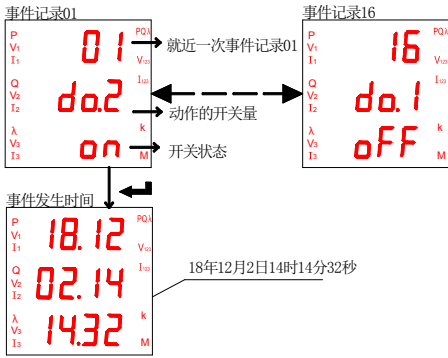

图 15
5.2.2 查看 AMC72/96 的事件记录的步骤如图 15 所示